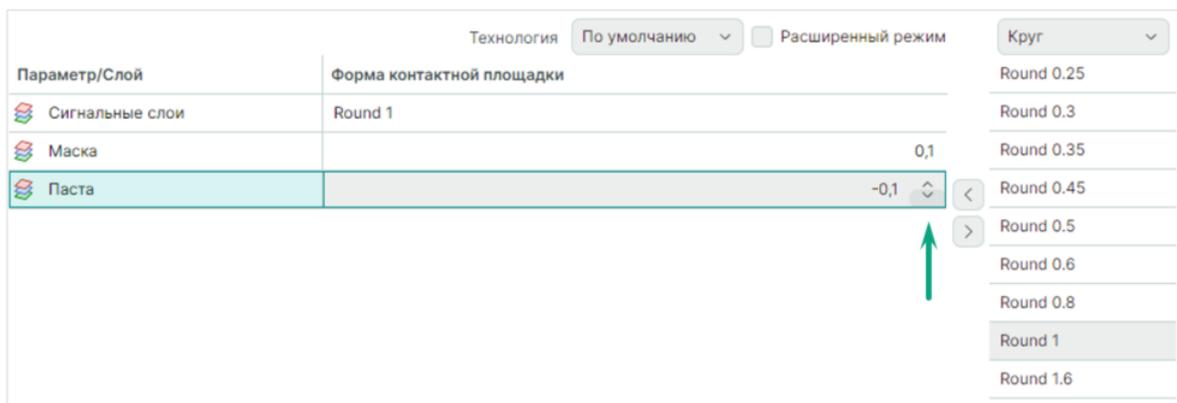

Рис. 46 Указание зазора и отступа для технологических слоев
5. При необходимости укажите значения зазора (+) или отступа (-) для форм технологических слоев относительно размера формы сигнального слоя, см. Рис. 46.